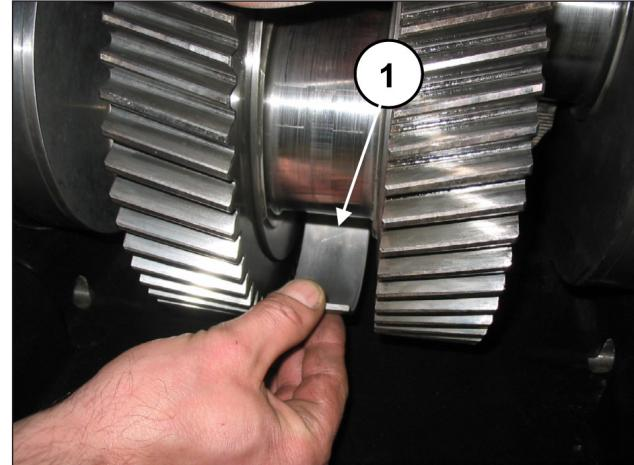

Fig. 19
Extraia os três semi-rolamentos superiores das semi-bielas (pos. ①, Fig. 19).